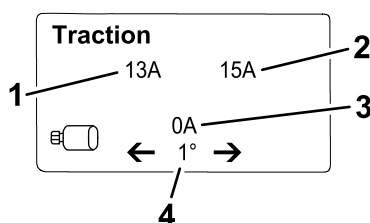

Figura 22
- **Schermata delle informazioni sulla trazione** (Figura 22): mostra l'angolo di sterzata corrente e l'ampere assegnato a ciascun motore di trazione.